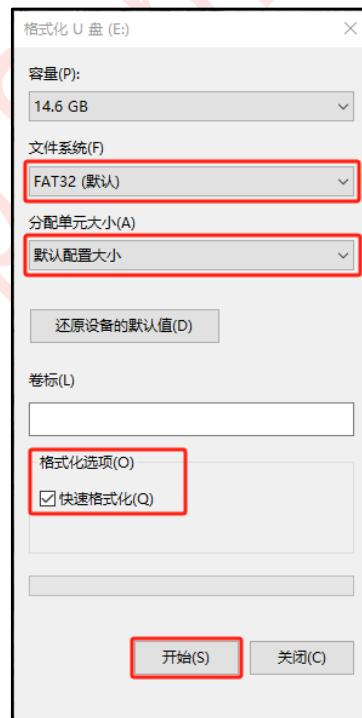

图 2-12: 格式化 SD 卡
1、SD 卡要求：使用 SD 卡更新时，SD 卡需要 USB2.0 格式，2G-32G 容量，以 FAT32 方式格式化。在进行 SD 卡格式化时，建议使用快速格式化，分配单元大小选择默认配置，如图 2-12 所示：